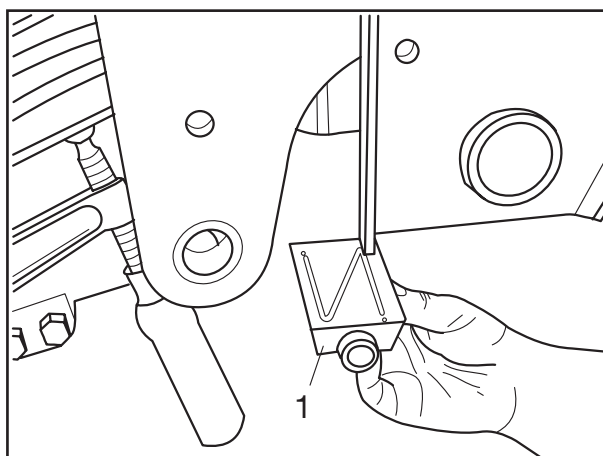

Рис. 17
- [31] Проверить опору (рис. 17/1) или резиновый